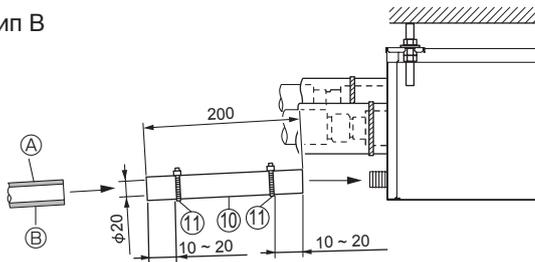

Fig. 8-1
- (1) Нанесите ПВХ адгезив (приобретается на месте) на дренажное соединение ответственной коробки и насадите присоединяемый дренажный шланг Ⓓ на соединение как можно дальше. (Fig. 8-1)
- (2) Вставьте жесткую ПВХ трубу (VP-16, приобретается на месте) в присоединяемый дренажный шланг Ⓓ, нанесите клей и закрепите ее. (Fig. 8-1)
- (3) Наденьте зажим Ⓔ на присоединяемый дренажный шланг Ⓓ. (Fig. 8-1)